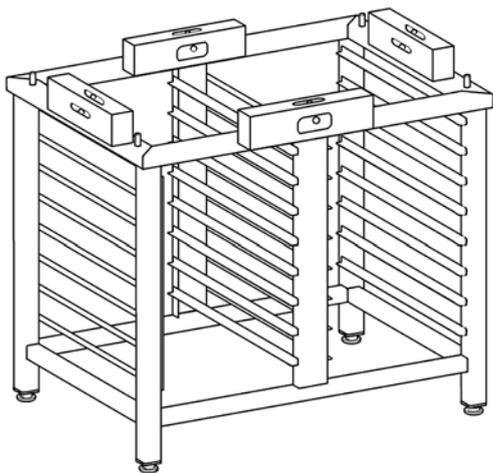

Bild IV.3: Untergestell für 611 und 1011
- Die Gerätetypen 611 und 1011 stehen auf einem höhenverstellbaren Untergestell mit Gastronorm-Einschüben. Verwenden Sie eine Wasserwaage zum Ausrichten! Vgl. Bild IV.3. Die Bolzen des Untergestells müssen in die Öffnungen der Gerätefüsse eingesteckt werden.